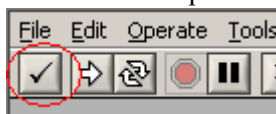

Fig.2.2. Butonul **Ok** pentru acceptarea schimbării
- se acționează butonul **Ok**, care apare înaintea lui **Run**, în momentul când textul devine editabil, așa cum se poate vedea în fig.2.2;